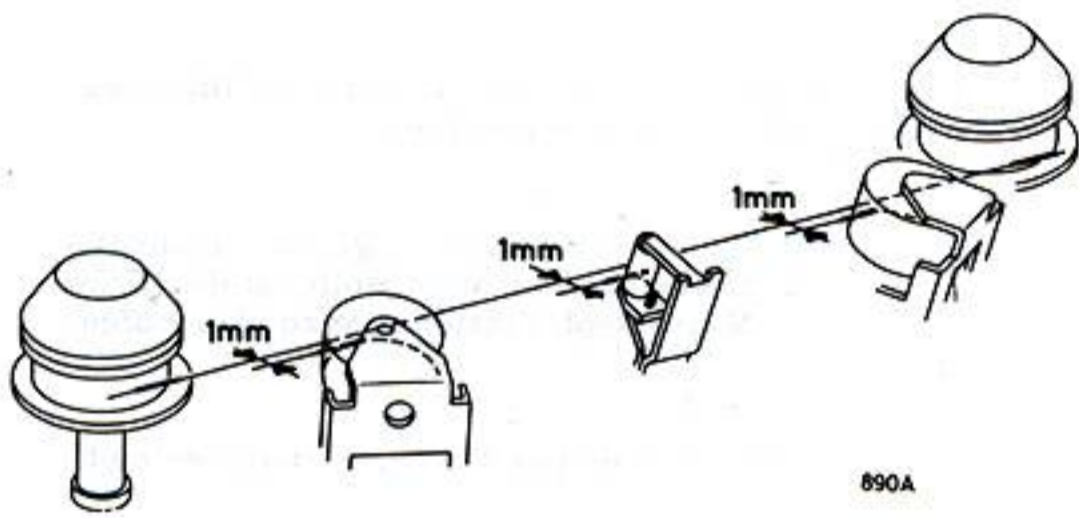

Fig. 15
- Die Anschlagbügel 531 sind so einzustellen, dass der Abstand von der Unterseite der Anpressrollen zum straff um die Bandlaufrollen gespannten Band im Abgefallenen Zustand der Magneten etwa 1 mm beträgt, siehe Abb. 15.